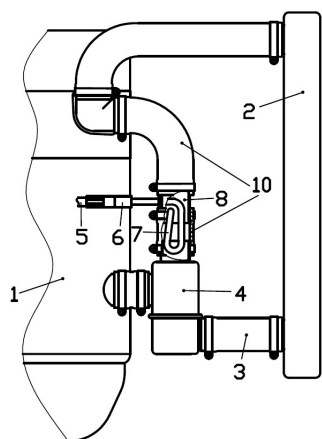

Рис. 4.1.
4.3. При установке на BA3-2101...21067 отрежьте 15 мм шланга от верхнего патрубка термостата на расстоянии - 50 ± 3 мм со стороны термостата и установите электроподогреватель, расположив ТЭН в сторону термостата (см. рис. 4.1).